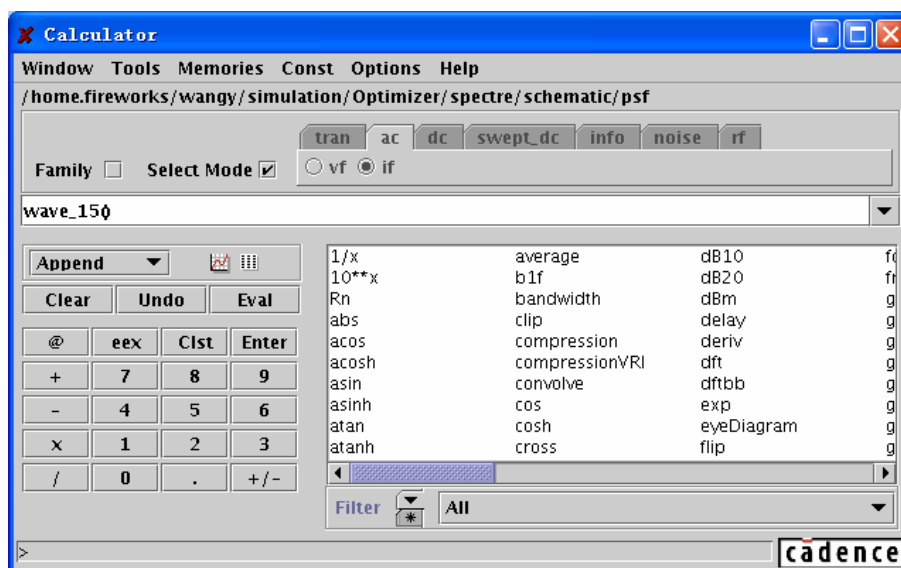

图 8.16 将图 8.15 中的一条曲线捕获到“Calculator”中
- 1) 在“Calculator”中取消“Family”选项。如图 8.16 所示。
- 2) 保持“Select Mode”选中，在“Waveform”窗口中选择需要的曲线。“Calculator”捕获曲线后如图 8.16 所示。